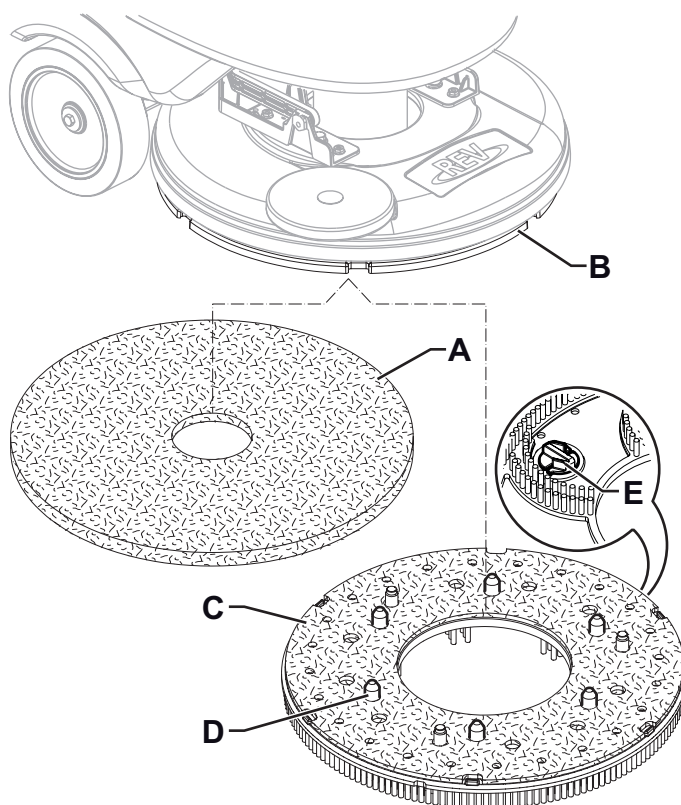

Figure 3
1. S'assurer que la tête REV (37) soit soulevée.
2. Éteindre la machine en appuyant sur le bouton (42) et enlever la clé opérateur (51).
3. En fonction du traitement à effectuer sur le sol, installer le disque (A, Fig. 3) ou la brosse (C, en option) en suivant les instructions ci-dessous :
- Placer le disque (A) sous la tête et l'appuyer jusqu'à la fixation avec le velcro du disque d'entraînement (B).
- Placer la brosse (C, optionnelle) sous la tête, puis faire correspondre les pions de centrage (D) aux trous respectifs du disque d'entraînement (B), ensuite accrocher la brosse avec les trois vis de fixation (E).